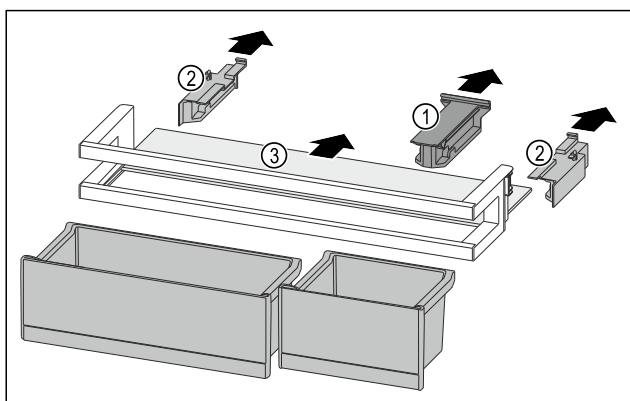

Fig. 275
- Halteteil Fig. 275 (1) abziehen.
- Seitenteile Fig. 275 (2) abziehen.
- Abstellfläche Fig. 275 (3) entnehmen.